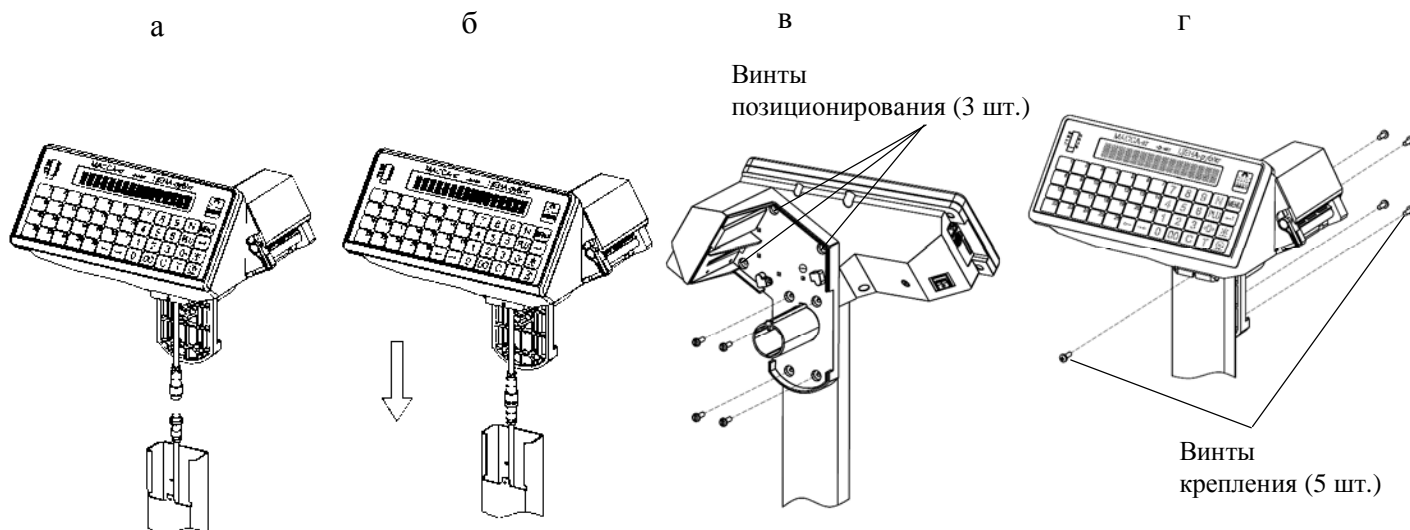

Рисунок 6.5 - Крепление индикатора к стойке
- подсоединить разъем весовой платформы к индикатору (рис. 6.5а, 6.5б);
- надеть на стойку весовой индикатор, вытягивая состыкованный кабель внизу стойки (рис. 6.5в);
- ослабить на один оборот три винта позиционирования (см. рис.6.5в);
- зафиксировать весовой индикатор на стойке пятью винтами крепления M3x10 (рис. 6.5г);
- затянуть винты позиционирования (рис.6.5в);
- подсоединить разъем весовой платформы к индикатору (рис.6.5а, 6.5б);